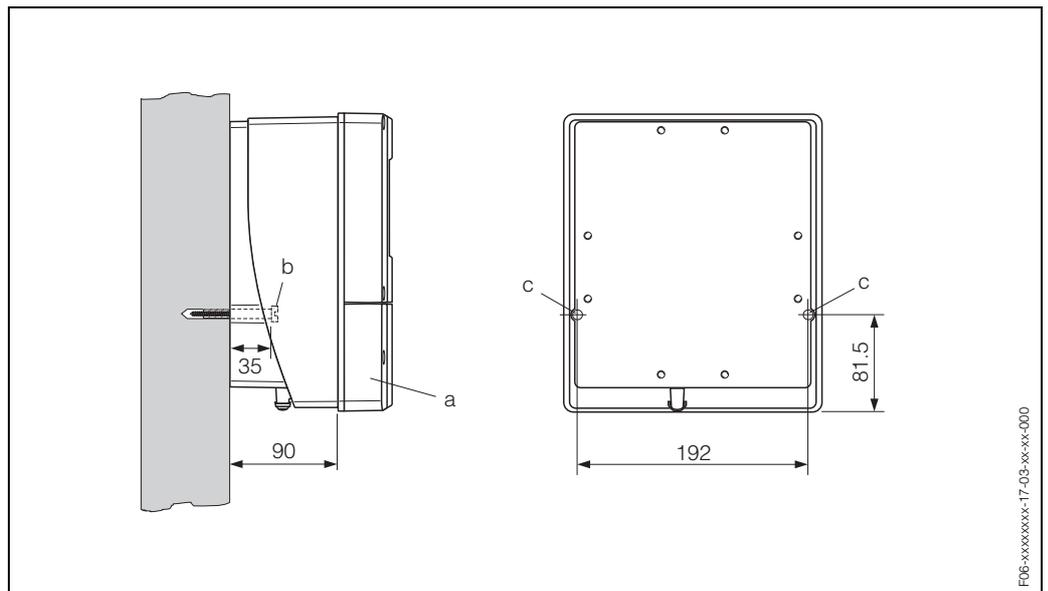

Abb. 26: Direkte Wandmontage
1. Bohrlöcher gemäß Abb. 26 vorbereiten.